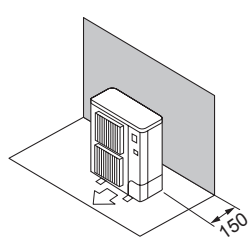

Fig. 2-3
- ① Арт жақтағы кедергілер (Fig. 2-3)